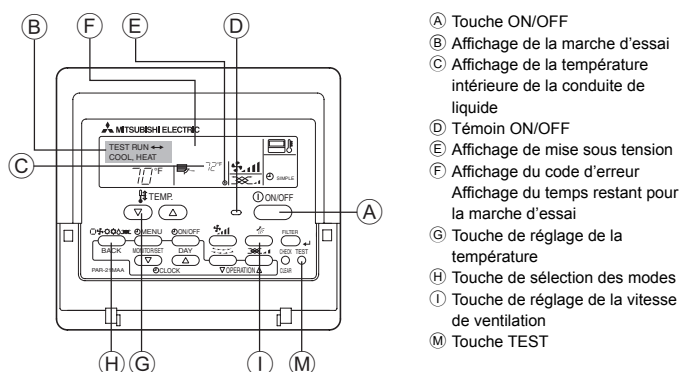

Fig. 7-1
7.2.1. Utilisation de la télécommande filaire (Fig. 7-1)
- ① Mettre l'appareil sous tension au moins douze heures avant l'essai de fonctionnement.
- ② Appuyer deux fois sur la touche [TEST] (ESSAI). → Affichage à cristaux liquides "TEST RUN" (ESSAI DE FONCTIONNEMENT)
- ③ Appuyer sur la touche [Mode selection] (Sélection Mode). → Vérifier si la soufflerie fonctionne.
- ④ Appuyer sur la touche [Mode selection] (Sélection Mode) et passer en mode refroidissement (ou chauffage).